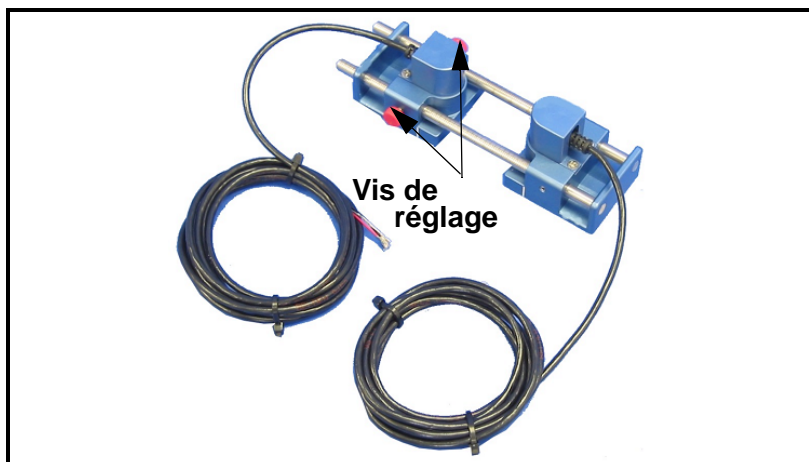

Figure 7 : Ensemble transducteur/câble de l'UTX878
Les transducteurs qui ont été spécialement conçus pour être utilisés avec l'UTX878 sont disponibles dans deux modèles : 4 MHz pour les tuyaux de 1,2 à 5 cm (1/2 à 2 po) et 2 MHz pour les tuyaux de 5 à 20 cm (2 à 8 po) et sont généralement compatibles avec les applications à deux traversées. Les câbles préattachés sont proposés dans des longueurs comprises entre 1,8 à 30 m (6 à 100 pi). (La figure 7 ci-dessous montre un transducteur UTX878 typique).
1. Desserrez les vis rouges sur le transducteur réglable (Figure 7 ci-dessus).